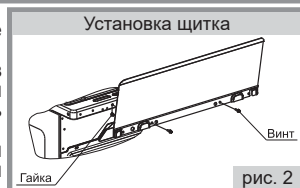

рис. 2
■ **Установку щитка** производить путем крепления к столу двумя винтами и гайками (рис.2). Винты и гайки для крепления находятся в пакете с комплектующими.